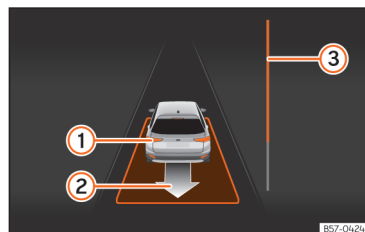

Abb. 166 Am Bildschirm des Kombi-Instruments: parallel zur Fahrbahn ausparken.
- Fahren Sie rückwärts, bis das Dauertonsignal des ParkPilot ertönt; **ODER:** fahren Sie zurück, bis am Bildschirm des Kombi-Instruments die Anzeige zur Vorwärtsfahrt erscheint. Die Fortschrittsanzeige »» **[Abb. 166]** **3** zeigt den zurückzulegenden Abstand an.